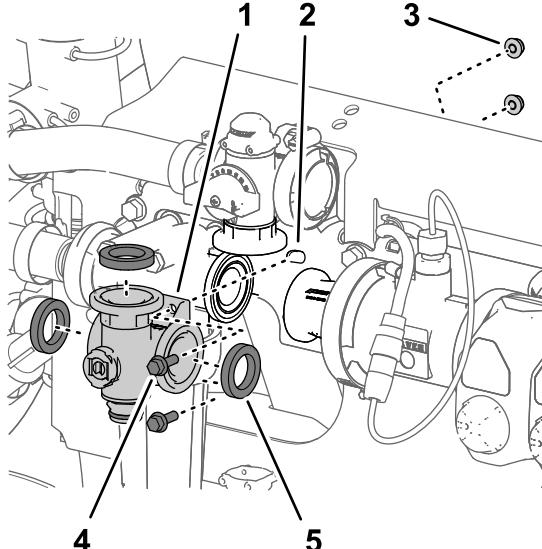

Bild 124
3. Entfernen Sie die zwei Bundkopfschrauben ($\frac{1}{4}$ " x $\frac{3}{4}$ ") und die zwei Sicherungsbundmuttern ($\frac{1}{4}$ "), mit denen der Rührwerkventilverteiler an der Ventilstütze befestigt ist (Bild 124).
4. Nehmen Sie den Rührwerkventilverteiler und die Dichtungen von der Maschine ab (Bild 124).